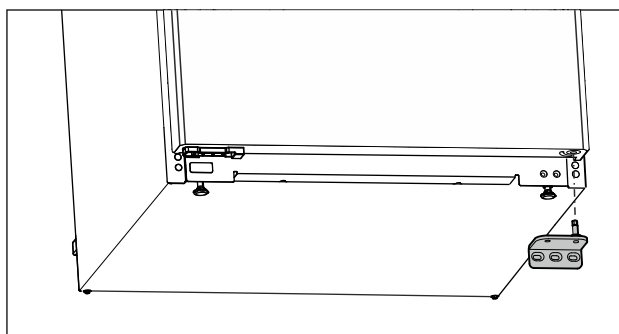

Fig. 11
- ▶ Retirer le support de palier vers le bas. (voir Fig. 11)